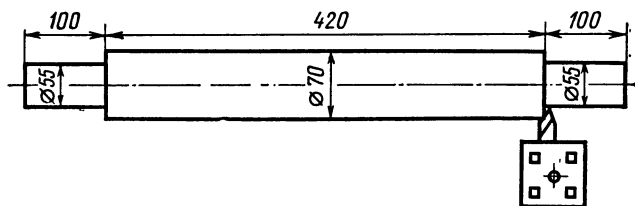

Рис. 37. Эскиз изготавливаемого вала; справа показана подведенная к валу головка суппорта с резцом.
2. Получив в начале смены от мастера задание — обточить партию 50 валов (рис. 37) диаметром 70 мм по 3-му классу точности и 6-му классу шероховатости, токарь рассчитывает количество подвезенных деталей, получает за-
бой и т. п. Так, на прием «снять изделие с центров» при обработке более легкого вала, чем в нашем примере (см. рис. 37 и таблицу), потребуется затратить не 20, а 12 сек.